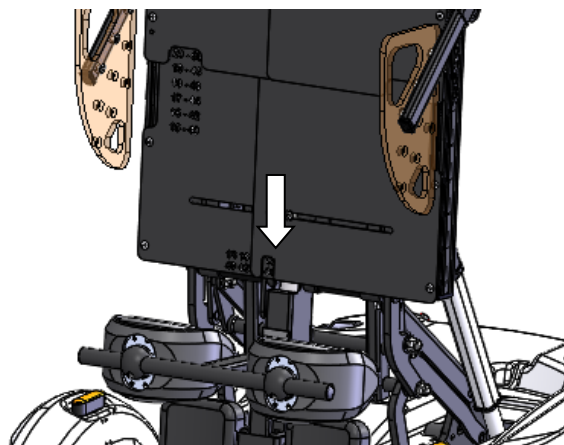

Abbildung 15: Fixieren der Armlehnen
- Auf die gewünschte Sitzbreite einstellen (über die Graduierung an der Vorderkante des Sitzes siehe Abbildung 15)